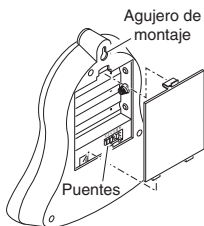

Figura 2
2. **Abra el compartimento de la pila de la campana.** Presione el seguro en la parte de atrás de la campana y levante la tapa de la pila (vea la Figura 2).